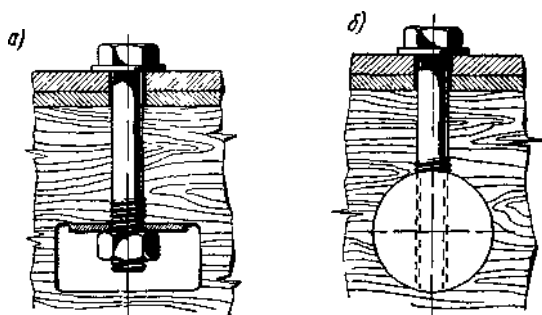

Рис. 154. Крепление двигателя к деревянному фундаменту
1. Болт пропускают через балку, в которой делается вырез под стандартную гайку. Под гайку нужно подложить металлическую шайбу, предотвращающую смятие древесины (рис. 154, а).
2. В отверстие фундамента вставляется цилиндрическая металлическая деталь с нарезанным под болт отверстием. Такая деталь будет служить и для равномерного распределения нагрузки (рис. 154, б).